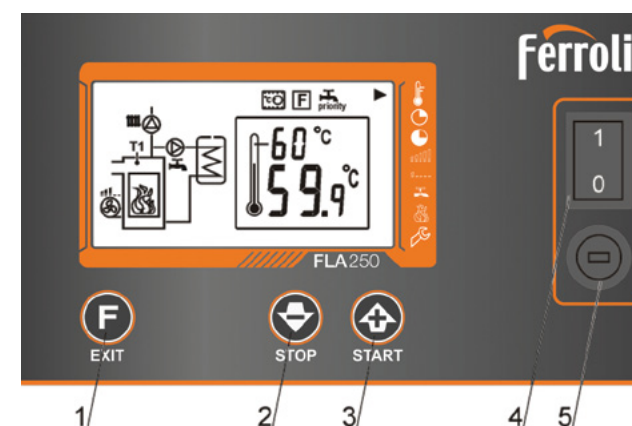

Fig 1. Tastatura
**Atentie:** Metodele descrise mai jos vor regla in mod corespunzator procesul de combustie, atata timp cat cazanul este utilizat in conformitate cu recomandarile producatorului. Regulatorul se porneste prin apasarea comutatorului principal (4) Fig. 1. In primul rand apare o fereastra de informatii cu versiunea de software, apoi regulatorul afiseaza fereastra principala.